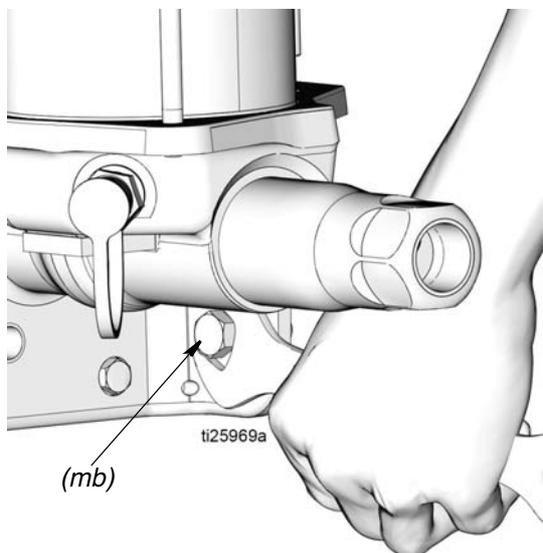

FIG. 10
5. Desmonte los pernos de montaje (*mb*) (FIG. 10) y saque la bomba de su posición de servicio.